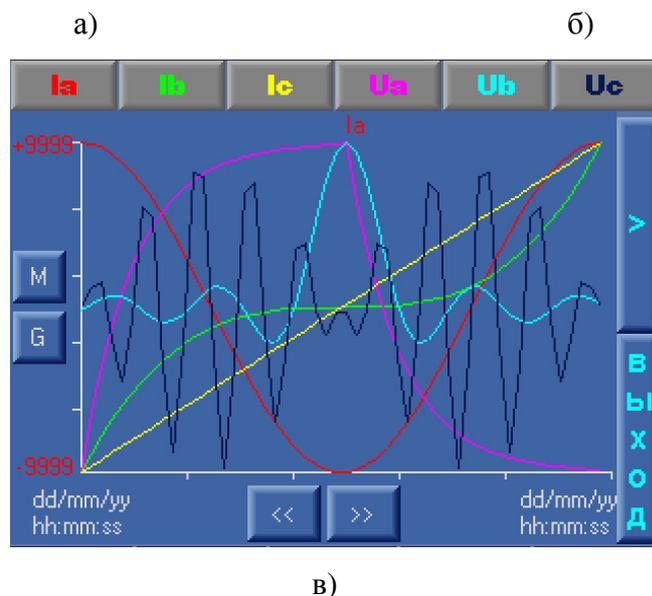

Рис. 8.7. Меню Тренды параметров
Меню трендов регистрируемых параметров представлены на рис. 8.7 а...г.
**Работа с картой: ВКЛ/ВЫКЛ**. При включённом состоянии разрешает запись назначенных параметров на SD-карту. При активной функции записи в меню SD-карта (рис. 8.7 а) индицируется запись **Извлекать запрещено**. Для извлечения карты необходимо функцию «Работа с SD-картой» установить в состояние **ВЫКЛ**.
Выход из меню работа с файлами SD-карты в меню SD-карта (рис. 8.7 а) – нажатием клавиши «<< **Назад**», в Главное меню – нажатием клавиши «**ESC**» БУК.